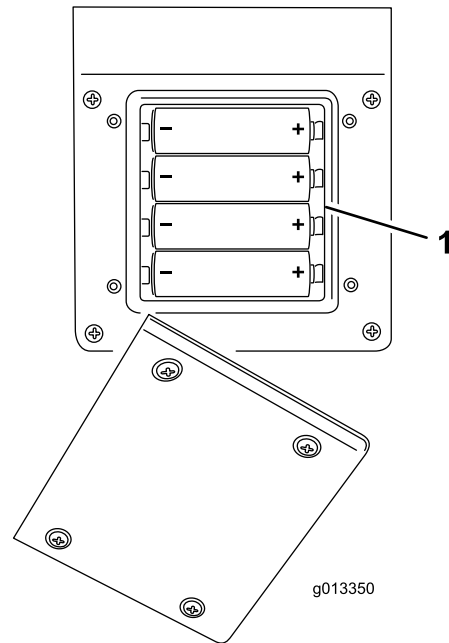

Figura 48
3. Inserte cada pila nueva en su alojamiento observando la polaridad correcta. (Si las baterías se instalan de forma incorrecta, la unidad no resultará dañada, pero no funcionará.) El alojamiento lleva marcas de polaridad para cada terminal grabadas en relieve (Figura 48). Asegurarse de que están firmemente colocadas.